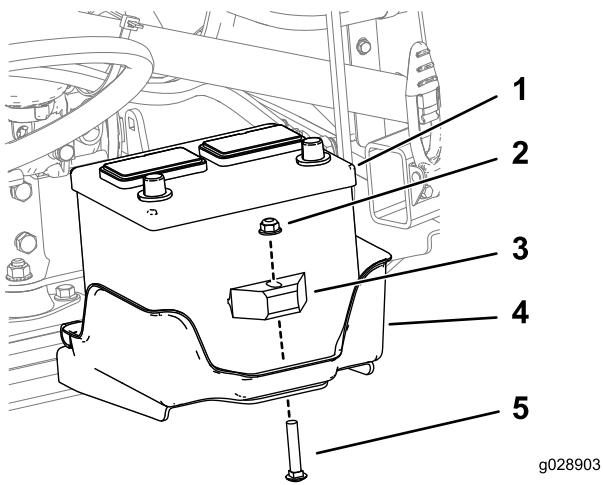

Figura 1
2. Scollegate la batteria e togliete batteria e relativa base dalla macchina (Figura 1).